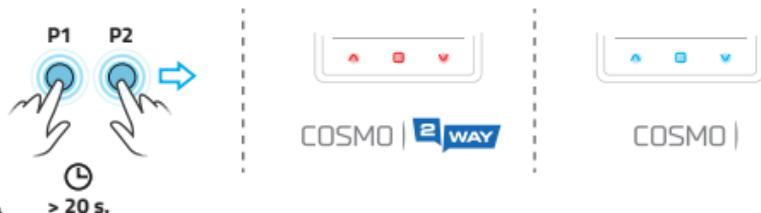

Abb. 14 > 20 s.
2. Halten Sie gleichzeitig die **P1 + P2**-Funktionstasten auf der Rückseite des Controllers für 20 Sekunden gedrückt. - **Abb. 14.**